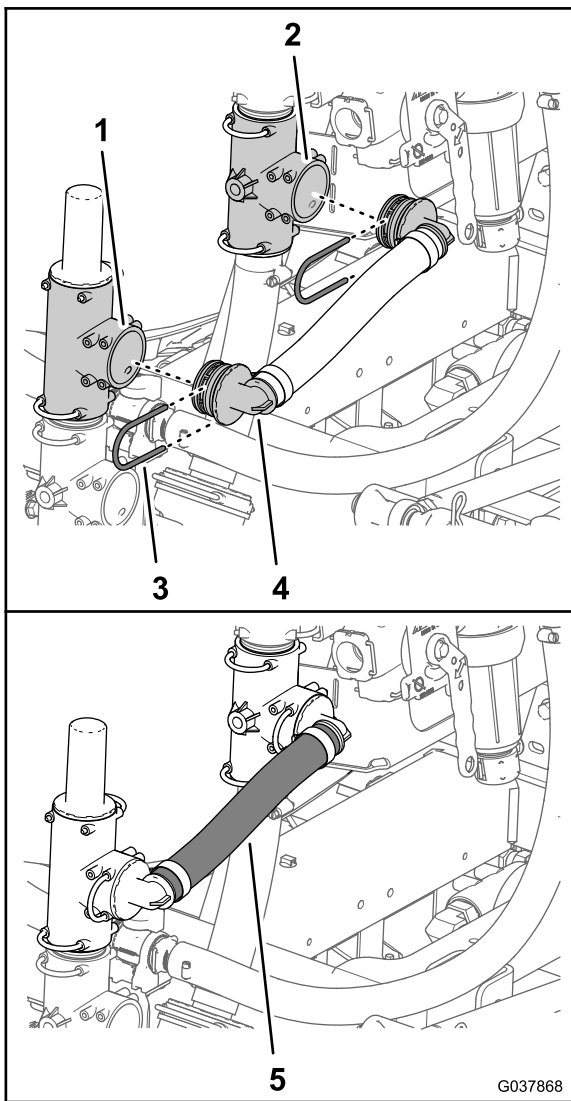

Bild 70
1. Befestigen Sie das 90°-Anschlussstück des Druckbegrenzungsschlauchs (25 mm x 298 mm) im offenen Anschluss des T-Anschlussstückes am Druckbegrenzungsventil (Bild 70).
2. Befestigen Sie das 90°-Anschlussstück des Druckbegrenzungsschlauchs im offenen Anschluss am unteren T-Anschlussstück (**Bild 70**).
3. Befestigen Sie die 90°-Anschlussstücke mit den zwei Haltern, den Sie in Schritt 1 und 2 in Versetzen des Druckbegrenzungsventils (Seite 31) entfernt haben, am T-Anschlussstück (**Bild 70**).